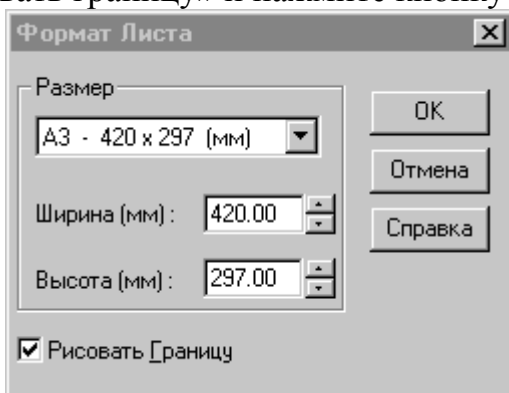

Рисунок 2. Выбор формата листа.
1. Выберите команду «Формат листа» из меню «Режим». Появится диалог «Формат листа».(рис. 2)